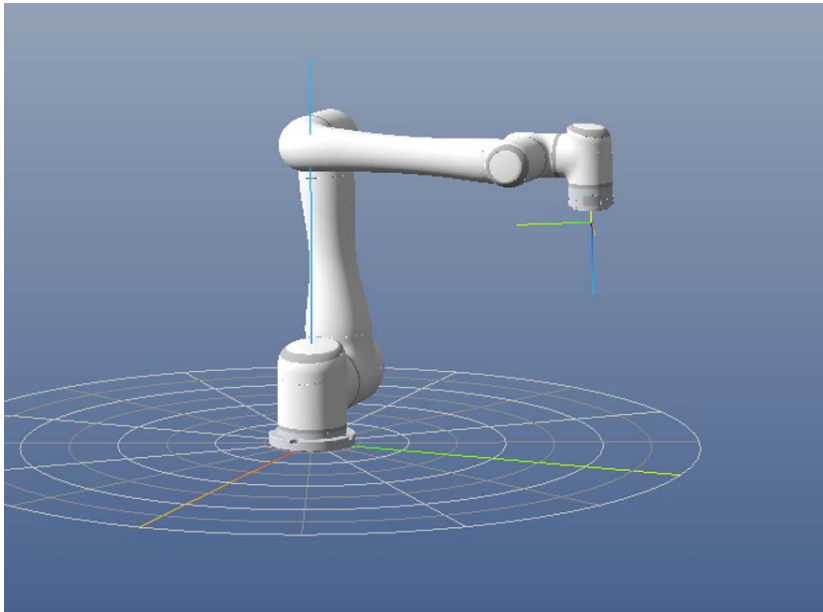

图6-46: 推荐的起始姿态
2. 去掉负载，将机械臂运动到非奇异姿态（建议运行到推荐的起始姿态），一轴角度建议设置为80度，如图6-46所示：